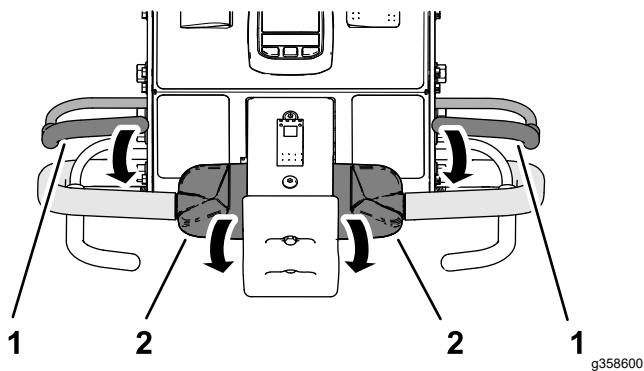

Figure 35
2. Serrez l'une des barres de présence de l'utilisateur contre la poignée du timon et tournez le haut de la commande de déplacement vers l'avant (Figure 35).
1. Serrez l'une des barres de présence de l'utilisateur contre la poignée du timon et tournez le haut de la commande de déplacement vers l'avant (Figure 35).